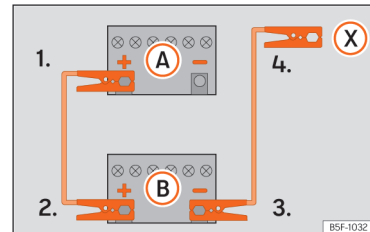

Abb. 210 Anschlussplan für Fahrzeuge ohne Start-Stopp-System.
2. Klemmen Sie ein Ende des roten Starthilfekabels an den Pluspol (+) des Fahrzeugs mit der entladenen Fahrzeugbatterie (A).
3. Klemmen Sie das andere Ende des roten Starthilfekabels an den Pluspol (+) des stromgebenden Fahrzeugs (B).
Klemmen Sie ein Ende des schwarzen Starthilfekabels an den Minuspol (-) des stromgebenden Fahrzeugs (B) »» (Abb. 210).